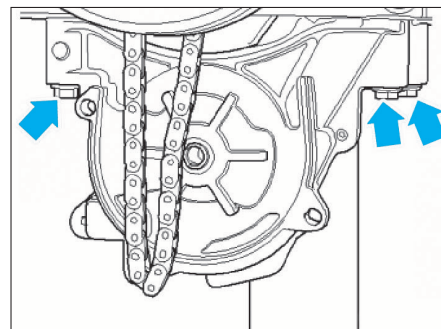

FIG. 25
- Déposer les vis (flèches) de la pompe à huile puis cette dernière (Fig.25).